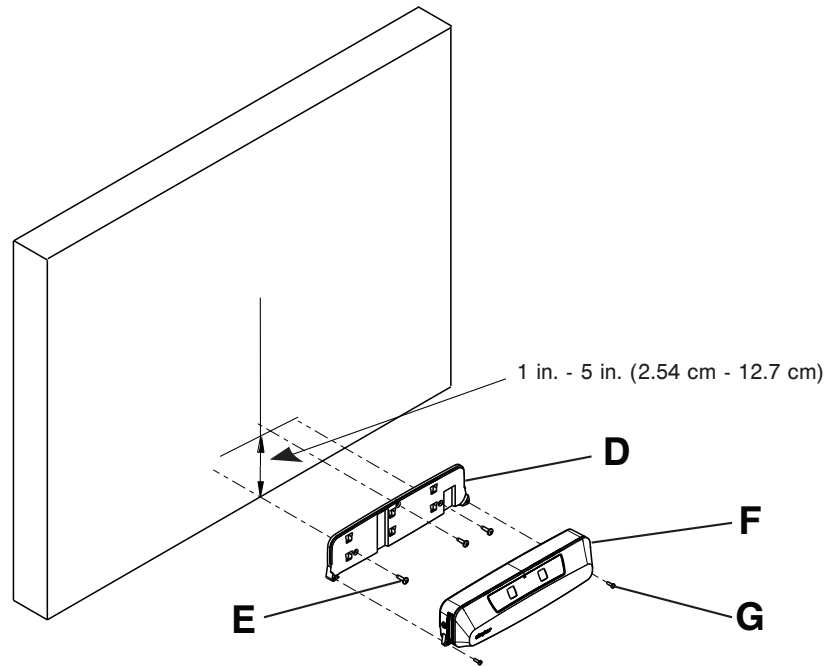

图 3 – 安装规格
5. 使用卷尺和铅笔，在病床位置的预期中心处做上标记 (垂直线) (图 3)。
6. 使安装板对准第 5 步标示的垂直线，安装板安装后其底部与地面的最大距离为 1 英寸 (2.54 厘米) (图 3)。
7. 在安装板 (D) 底部使用水平仪，确保将安装板 (D) 放置在步骤 5 和 6 中所做的参考标记处时，安装板 (D) 的底部是水平的 (图 3)。
8. 用铅笔标出安装板 (D) 的三个螺孔。
9. 使用适当的工具和医院提供的紧固件 (E，不包括在内)，将安装板 (D) 固定到墙上 (图 3)。
10. 将 **Secure Connect** (F) 贴附到安装板 (D) 上 (图 3)。
11. 使用 2 号十字螺丝刀和两个提供的螺钉 (700001126359) (G) 将 **Secure Connect** (F) 固定到安装板 (D) 上 (图 3)。